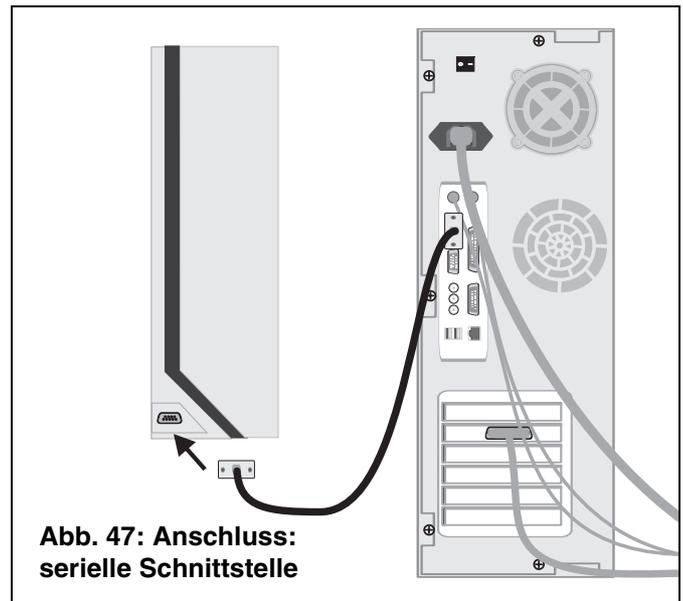

Abb. 47: Anschluss: serielle Schnittstelle
- ① Verbindung der seriellen Schnittstelle des PCs mit der seriellen Schnittstelle der Tk-Anlage (Abb. 47). Gehäusebuchse und Kabel (9-polig) gehören zum Lieferumfang (siehe auch Seite 34). **(empfohlen zur Erstellung einer Grundkonfiguration)**